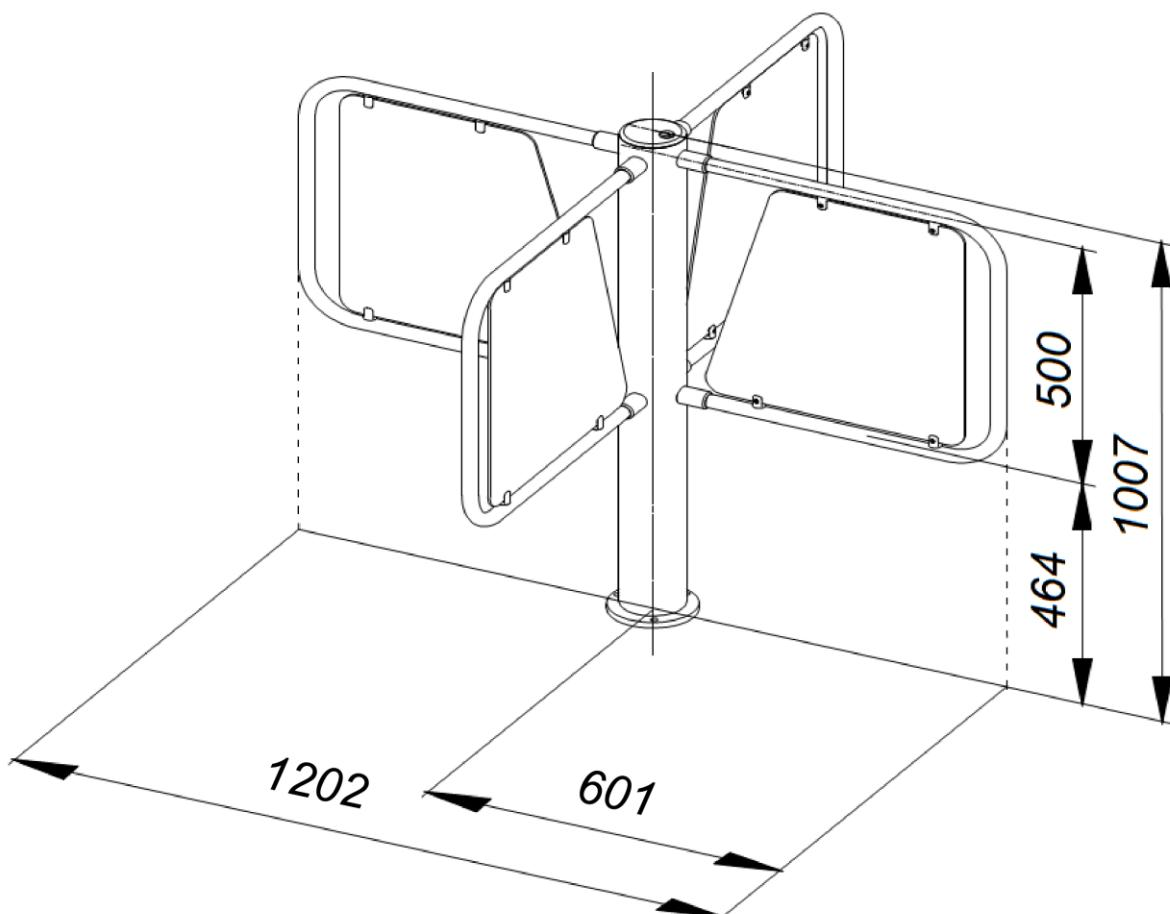
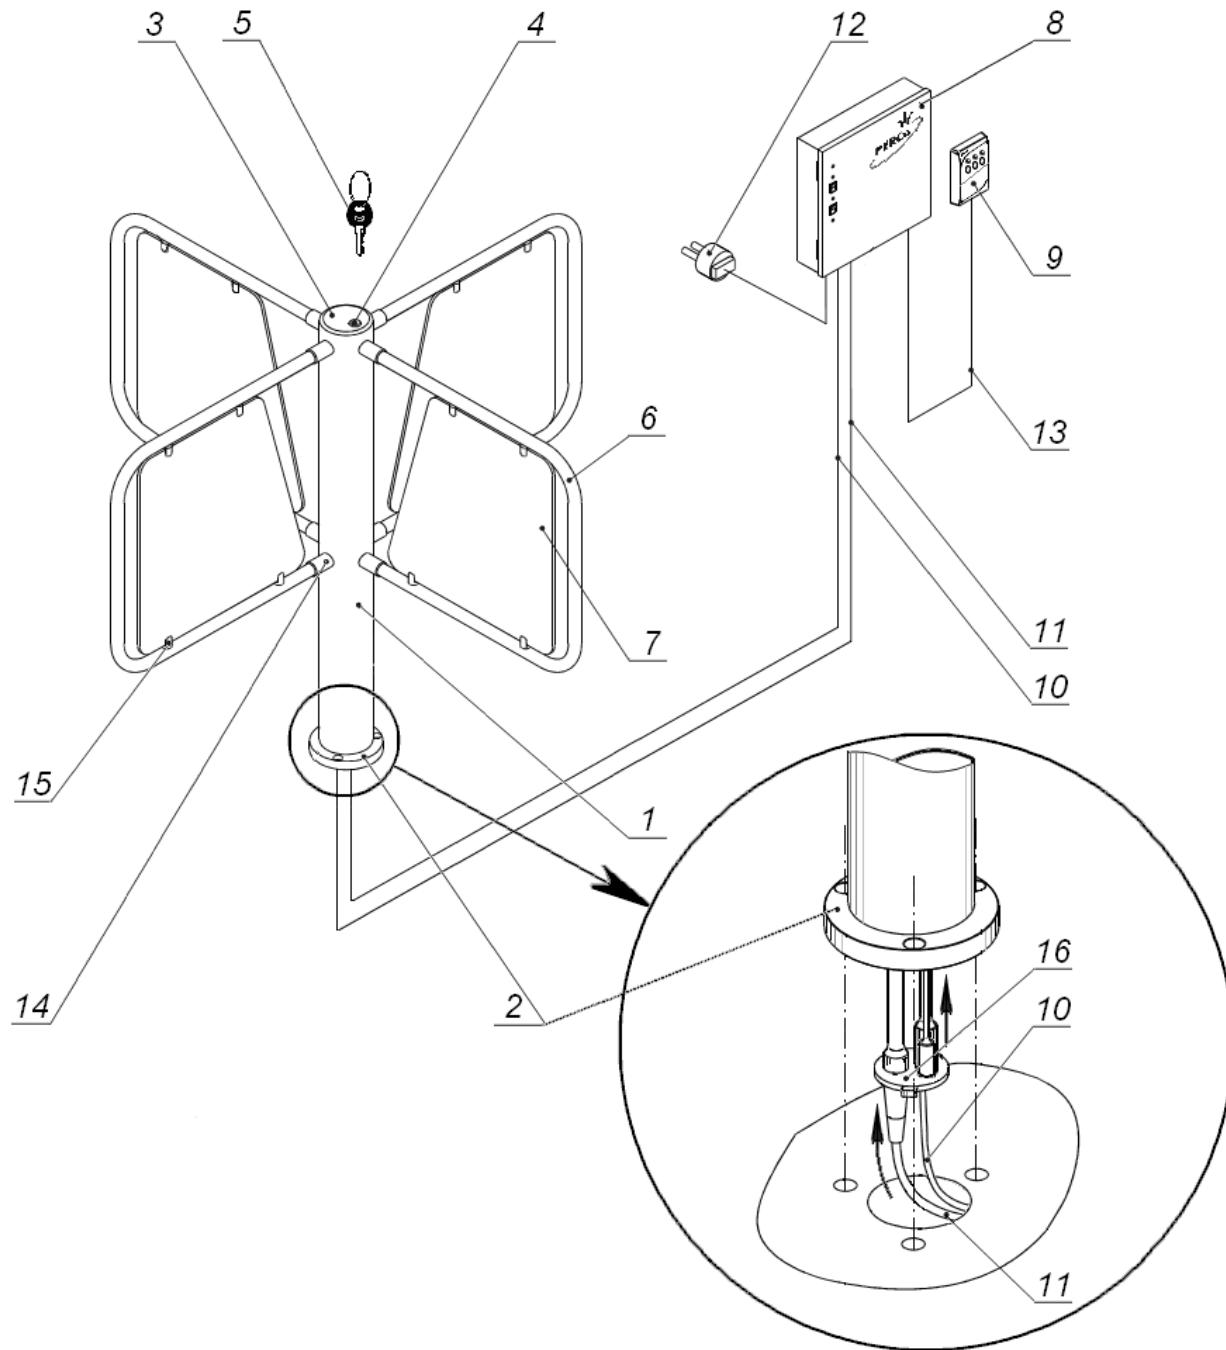

Рисунок 1. Габаритные размеры турникета
Рисунок 2. Общий вид турнкета
Общий вид турникета показан на рис. 2. Номера позиций в тексте настоящего Руководства по эксплуатации указаны в соответствии с рис. 2, кроме оговоренных особо. Габаритные размеры турникета (без формирователя прохода) приведены на рис. 1.
БУ (8) (см. рис. 2 и 5) предназначен для электропитания узлов турникета и реализации алгоритма управления. Он выполнен в виде отдельного прибора в закрытом металлическом корпусе, обеспечивающем настенное крепление с антисдергивающей фиксацией. Возможно настольное применение БУ. В корпусе БУ находятся: силовой трансформатор, модуль ИП, модуль процессорный, два аккумулятора внутреннего РИП.